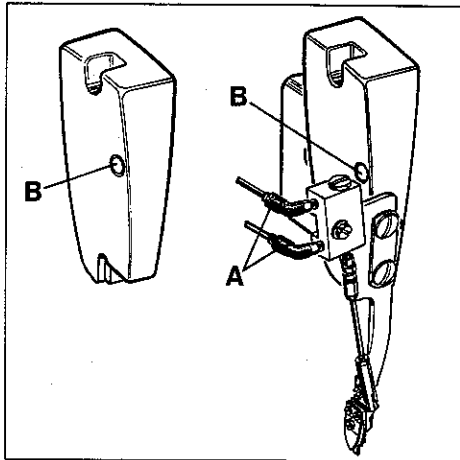
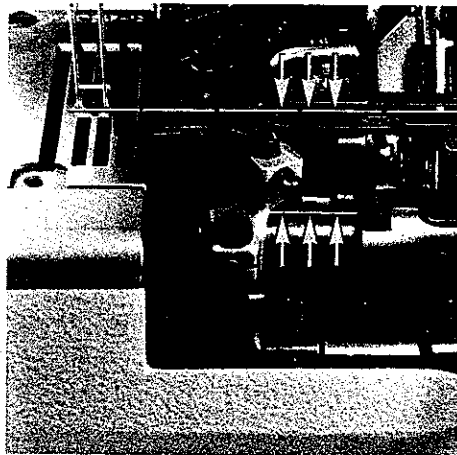
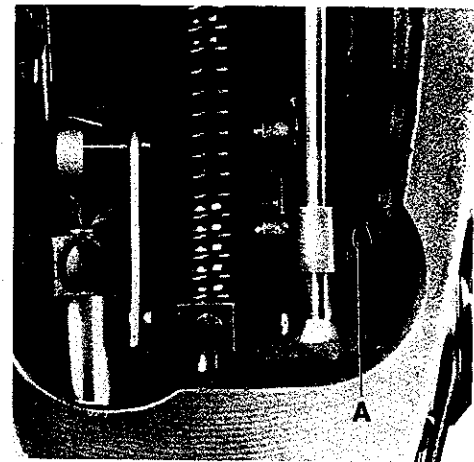
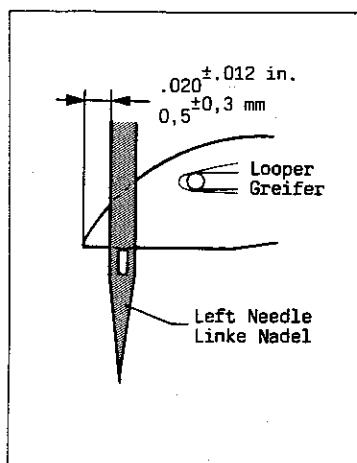

Fig.19
Fig.21
Fig.20
Fig. 23
1. Remove the head cover*, presser foot and feed dogs. For removing the head cover on styles with cover thread trimmer the PA-tubes have to be disconnected on the swivel elbows (A, Fig. 19) of the air cylinder.
3. Loosen screw (A, Fig. 20) and turn needle bar as required, so the needles center in the needle holes of throat plate and are parallel to the looper shaft (see Fig. 21). This can be checked by holding a ruler against the needles.
4. Retighten screw (A, Fig. 20).
* The needle bar can also be aligned and set to height without removing the head cover. For this, remove plug (B, Fig. 19) in the head cover to have access to screw (A, Fig. 20) in the needle bar connection. Remount the plug.
1. Entfernen Sie den Kopfdeckel*, Drückerfuß und Transporteure. Zum Entfernen des Kopfdeckels müssen bei Maschinen mit Legfadenabschneider die PA-Schläuche an den Winkleinverschraubungen (A, Fig. 19) am Luftzylinder gelöst werden.
3. Lösen Sie die Schraube (A, Fig. 20) und drehen Sie die Nadelstange so, daß die Nadeln mittig in die Stichlöcher der Stichplatte einstechen und parallel zur Greiferwelle stehen (siehe Fig. 21). Dies kann durch Anlegen eines Lineals an die Nadeln geprüft werden.
4. Ziehen Sie die Schraube (A, Fig. 20) wieder an.
* Die Nadelstange kann auch ohne Abbau des Kopfdeckels ausgerichtet und auf die Höhe eingestellt werden. Entfernen Sie dazu den Verschußstopfen (B, Fig. 19) im Kopfdeckel, damit die Schraube (A, Fig. 20) im Nadelstangen-Mitnehmer zugänglich wird. Montieren Sie den Verschußstopfen wieder.
The height of needle bar is correct, when the looper point at its travel from right to left is 0.5 mm (.020 in.) left of the left needle (see Fig. 23) and the top of the needle eye is flush with the underside of the looper. For adjustment loosen screw (A, Fig. 20)* and move needle bar up or down as required. Retighten screw (A).
Die Nadelstangenhöhe ist richtig eingestellt, wenn die Greiferspitze bei ihrem Weg von rechts nach links 0,5 mm links der linken Nadel steht (siehe Fig. 23) und Oberkante Nadelöhr und Unterkante Greifer in gleicher Höhe stehen. Lösen Sie für diese Einstellung die Schraube (A, Fig. 20)* und schieben Sie die Nadelstange nach Bedarf nach oben oder unten. Ziehen Sie die Schraube (A) wieder an. Beachten Sie, daß bei dieser Einstellung die Nadelstange nicht verdreht wird.
* Die Nadelstange kann auch ohne Abbau des Kopfdeckels ausgerichtet und auf die Höhe eingestellt werden. Entfernen Sie dazu den Verschlussstopfen (B, Fig. 19) im Kopfdeckel, damit die Schraube (A, Fig. 20) im Nadelstangen-Mitnehmer zugänglich wird. Montieren Sie den Verschlussstopfen wieder.